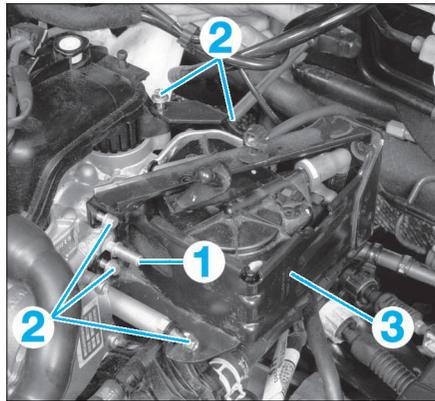
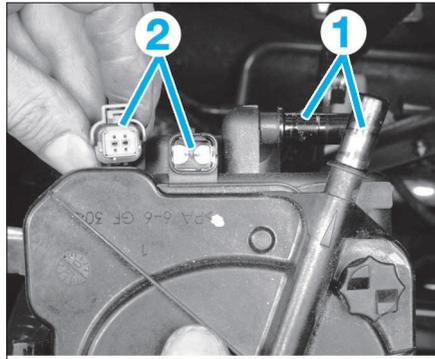

FIG. 38
FIG. 39
- les raccords de dépression de la pompe à vide (1) (Fig.38).
- les vis de fixation (2) de la tôle de protection du filtre à combustible (3).
- les tuyaux de carburant (1) (Fig.39).
- le connecteur (2) du réchauffeur.
- Déclipser puis déposer l'ensemble filtre à gazole (Fig.39).